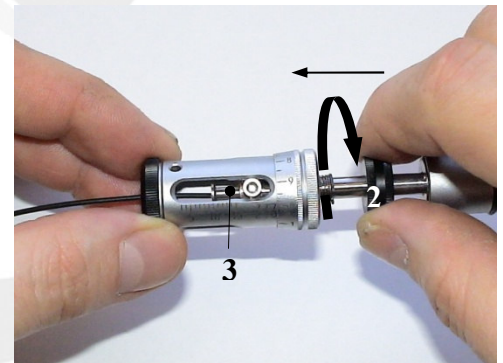

Bild 9. Anschlag einstellen
- Längeneinstellring **(2)** durch Drehen in Pfeilrichtung, wieder lösen und nach vorne schieben, bis der Anschlag **(3)** das Kabel berührt. Danach Längeneinstellring **(2)** durch drehen in die entgegengesetzte Richtung blockieren. **(Bild 9)**